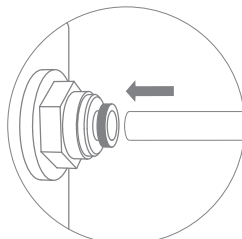

Рис. 5
7. Вставьте трубку в фитинг через цанговое кольцо (Р) до упора (рис. 5). Для герметизации соединения, приложите дополнительное усилие, при этом трубка утопится еще примерно на 3 мм и будет плотно обжата резиновым кольцом фитинга.